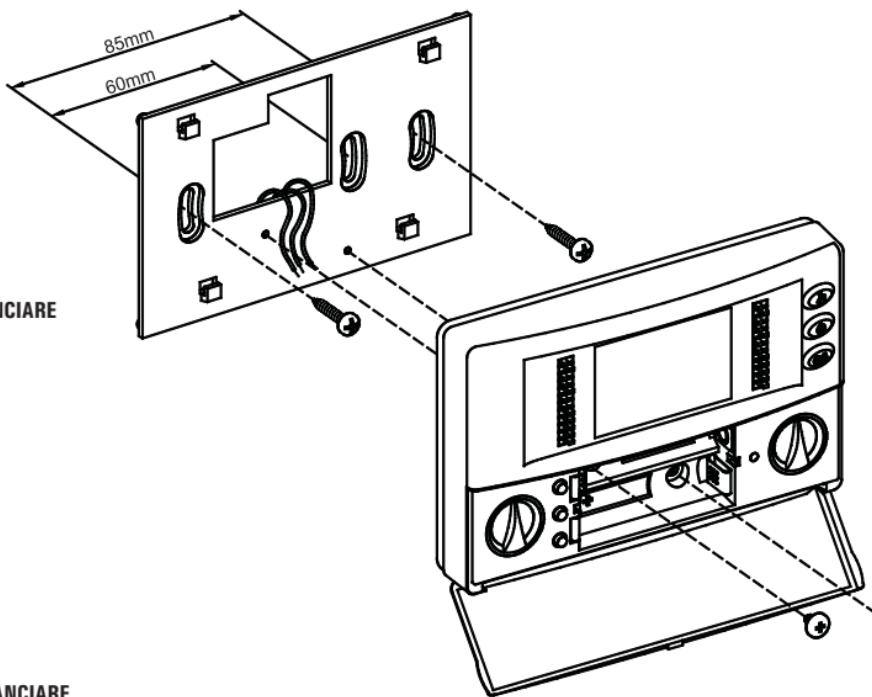

Fig. 2
2. Fissare la piastra direttamente sulla parete o su scatole di derivazione da 2 o 3 moduli tramite le due sedi per viti con interasse 60 mm oppure 85mm facendo attenzione a fare passare i cavi nella feritoia come indicato in Fig. 2.
4. Avvicinare il cronotermostato alla piastra a muro facendo dapprima coincidere i dentini della base con gli appositi fori della piastra e successivamente esercitare sul dispositivo una pressione verso il basso fino a far scattare i dentini plasticci della piastra; quindi fissare il corpo del cronotermostato alla piastra a muro tramite le due viti in dotazione che trovano sede all'interno del vano portapile (Fig. 2).